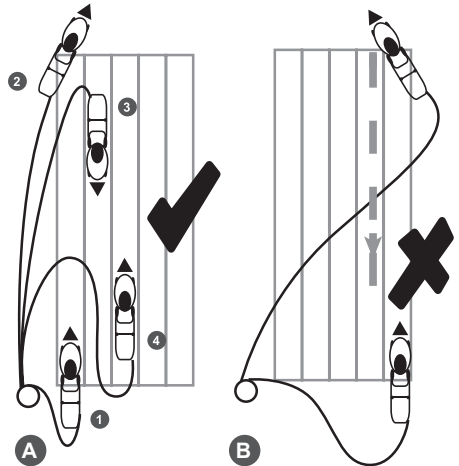

Рис. 8 Маршрут движения газонокосилки:
Включите газонокосилку, как описано выше. Двигайтесь с газонокосилкой все время вперед. Это обеспечит высокую скорость кошения и снижает риск попадания кабеля удлинителя под вращающийся нож. Поместите кабель удлинителя на газоне вблизи начальной точки (Рис. 8А, положение 1).
Обрабатывайте газон в последовательности, как показано на Рис.8А:
*Запрещен способ обработки, где продвижение косилки идет в направлении кабеля, что сопряжено с опасностью его повреждения (Рис. 8В).*